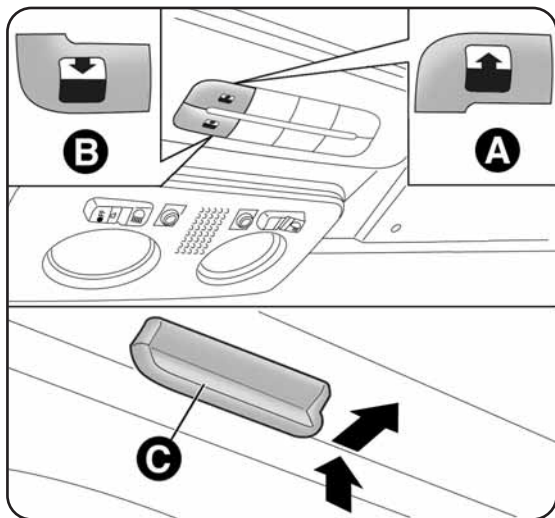

fig. 49
Le toit ouvrant panoramique vitré est composé de deux panneaux de verre dont l'un fixe à l'arrière et l'autre mobile à l'avant. Ils sont équipés de deux pare-soleils (à l'avant et à l'arrière) actionnables manuellement. Quand le toit est fermé, les stores peuvent être placés dans n'importe quelle position. Pour ouvrir les stores : saisir la poignée C-fig. 49 en suivant le sens indiqué par la flèche jusqu'à la position souhaitée. Pour les refermer, effectuer les mêmes opérations en sens inverse. Pour le fonctionnement du toit ouvrant, tourner la clé de contact sur MAR. Les commandes A-B fig. 49 placées sur la moulure du plafonnier avant pilotent les fonctions d'ouverture/fermeture du toit.
Lorsque vous appuyez sur le bouton B-fig. 49 et que vous le maintenez actionné, le panneau de la vitre avant se place en position « spoiler » ; Appuyer à nouveau sur le bouton B, puis, en actionnant la commande pendant plus d'une demi-seconde, vous enclenchez le mouvement de la vitre du toit qui se poursuit automatiquement jusqu'à la position intermédiaire (position « Confort »). Lorsque vous appuyez à nouveau plus d'une demi-seconde sur la commande d'ouverture, le toit poursuit automatiquement jusqu'en bout de course. La vitre du toit peut être arrêtée en position intermédiaire en actionnant à nouveau le bouton.
En position d'ouverture complète, appuyer sur le bouton A-fig. 49. Si vous enfoncez le bouton pendant plus d'une demi-seconde, le panneau vitré avant du toit arrive automatiquement en position intermédiaire (position « Confort »).
- appuyer sur le bouton A-fig. 49 jusqu'à la fermeture complète du toit. Relâcher le bouton ;